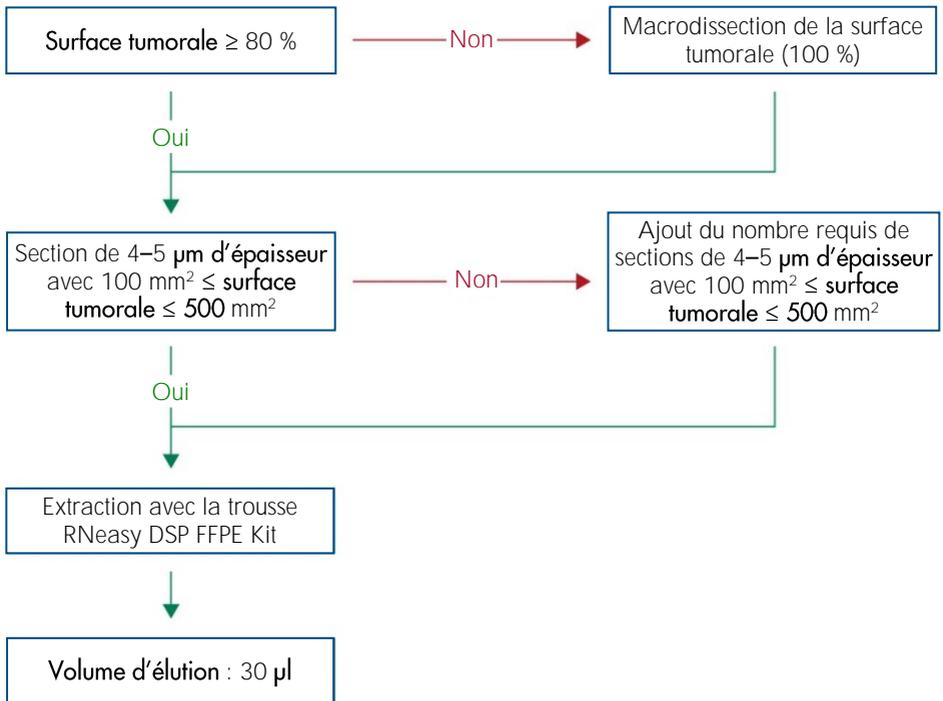

Figure 3. **Processus de purification d'un échantillon** FFPE clinique de tissu de CU à utiliser avec la trousse *therascreen* FGFR RGQ RT-PCR Kit.
- L'échantillon FFPE de départ requis est équivalent à une épaisseur de lame de 4 à 5 µm avec une surface tumorale totale comprise entre 100 mm2 et 500 mm2 (inclus). Il peut être créé en combinant le matériel de plusieurs lames (Figure 3).